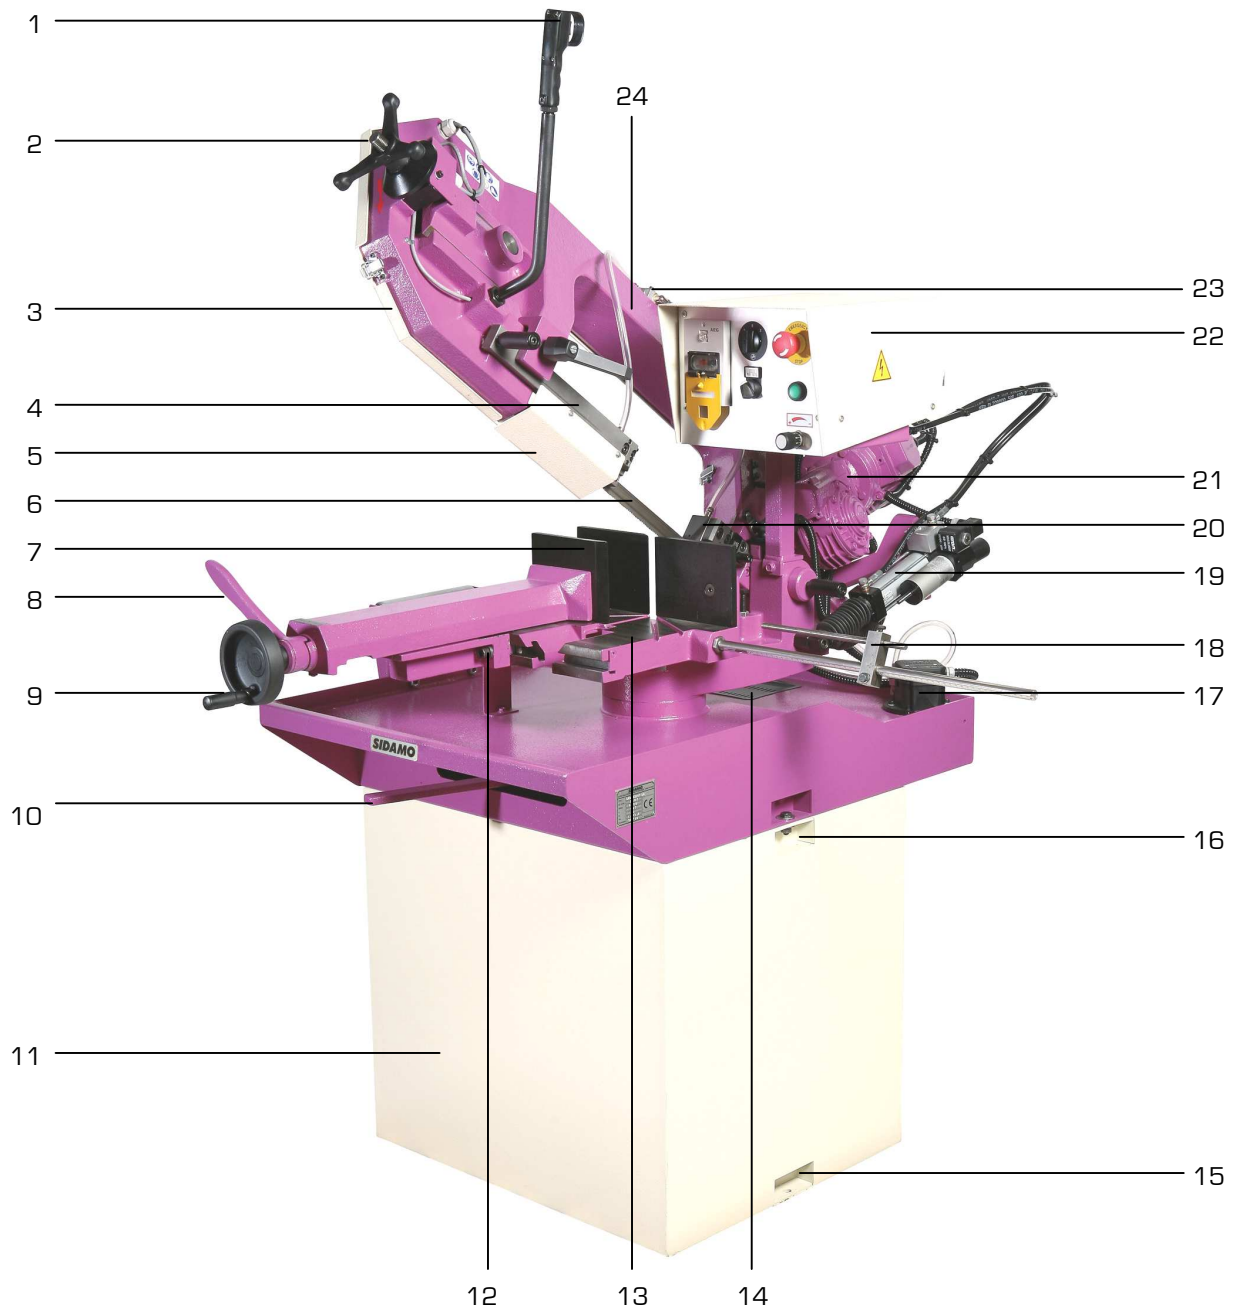

Figure 1
- Visser la partie filetée de la butée de coupe (18 fig.1) dans son siège sur la base droite de l'étau, puis la bloquer.
Ce pictogramme de sens de défilement du ruban est présent sur le carter ruban (3 fig.1).